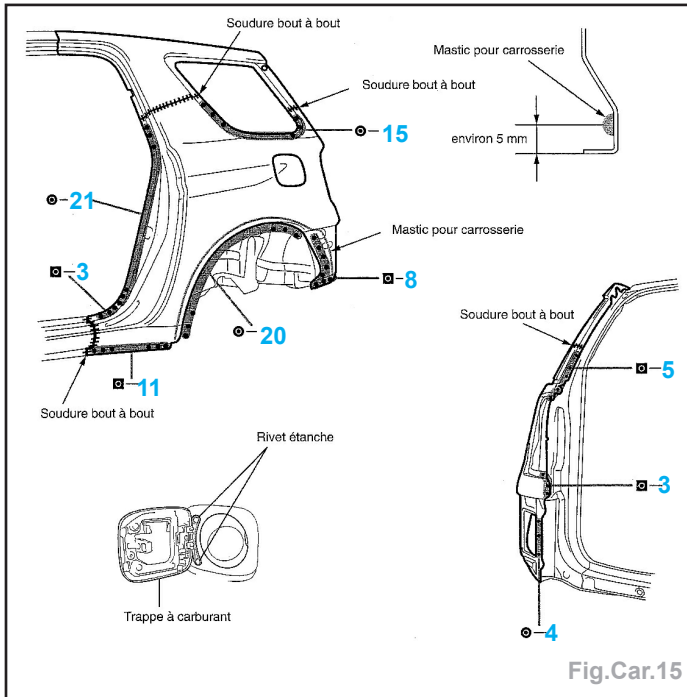

Fig.Car.15
- Appliquer du mastic au niveau du passage de roue (Fig.Car.15).